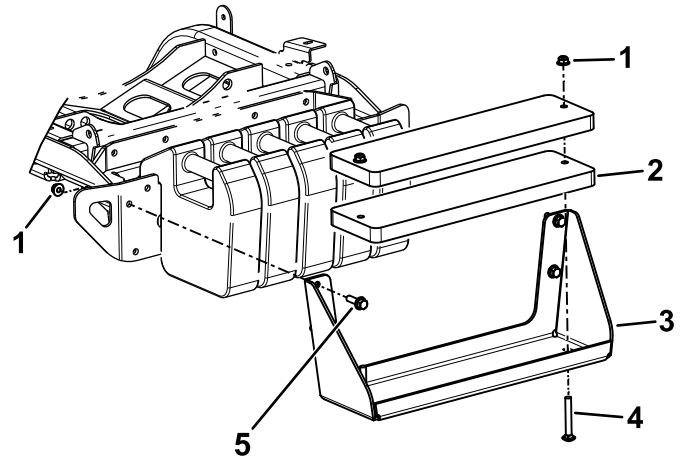

Figura 1
1. Utilice 4 pernos de cabeza hexagonal para sujetar el soporte de los pesos al parachoques (Figura 1).
2. Utilice 2 pernos de cuello cuadrado y 2 tuercas para sujetar los pesos al soporte de los pesos (Figura 1).